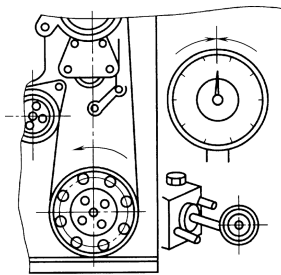

图 1-263 在发动机上检查调整 VE 泵喷油正时
2) 然后拆除泵头上的检测螺母,装预行程检测仪,按发动机旋向相反的方向旋转曲轴,直至百分表指针到最小;将百分表对“0”位,如图1-263所示。